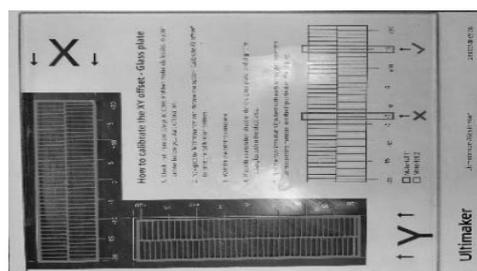

Рис. 3. Сетка для калибровки
4. Поместить стекло с сетками на заранее распечатанный калибровочный лист так, чтобы сетки на напечатанном листе совпали с сетками на калибровочном листе (рис. 3).